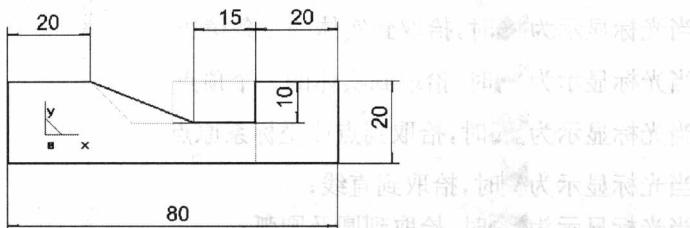

图 1-4-2 封闭折线图形
③用“函数表达式”表达 将表达式的计算结果作为点的坐标值输入,如输入坐标“100 \2,30 \* 2,140 \* sin(30),等同于计算后的坐标值“50,60,70”。
**例 1-1** 绘制如图 1-4-2 所示的封闭折线图形。